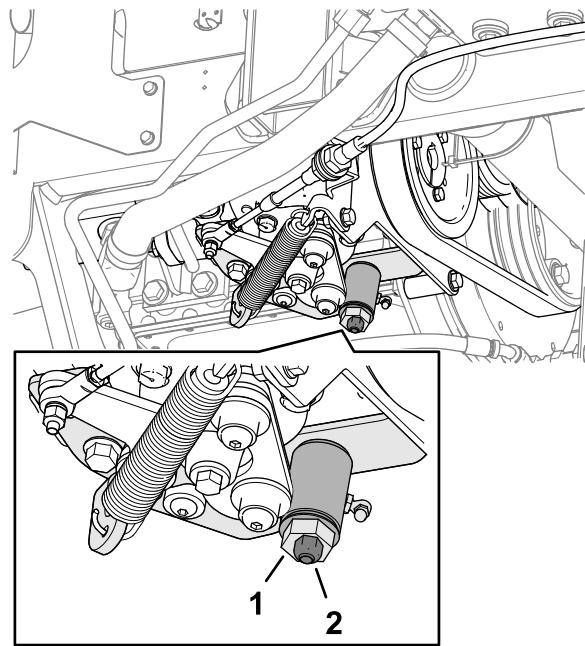

Figure 74
3. Desserrez le contre-écrou de la came de réglage de la transmission (Figure 74).